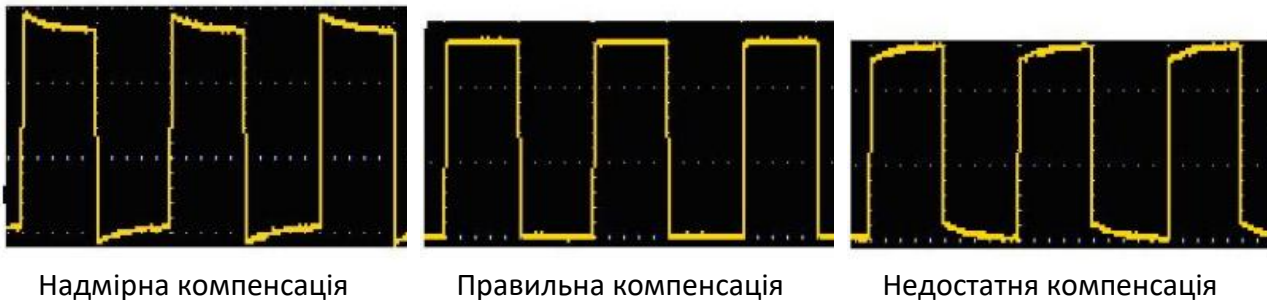
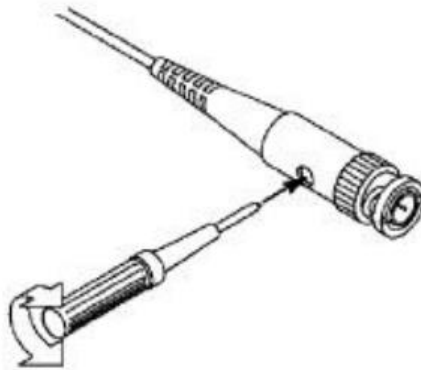

Рисунок 3-7 Відображені форми хвиль компенсації зонда
Рисунок 3-8 Налаштування зонда
2. Перевірте відображені форми хвиль та регулюйте зонд, доки не буде досягнуто правильної компенсації (дивіться рисунок 3-7 та рисунок 3-8).